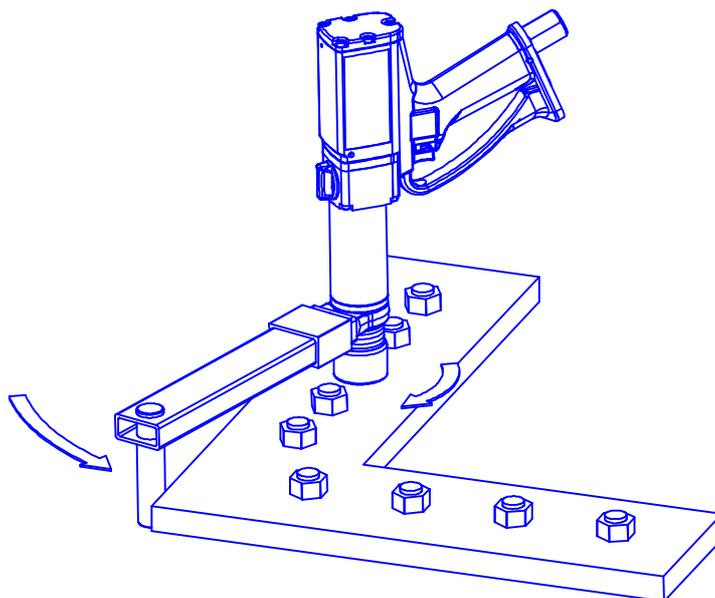

Figura 7
3. Gire la empuñadura hasta una posición cómoda en relación con el brazo de reacción. Monte la herramienta en el tornillo a apretar, con el brazo de reacción adyacente al punto de reacción. Véase la Figura 7.